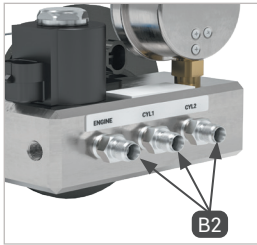

Figure 2
- ▶ Vissez les sorties fluide « B2 » aux raccords à l'arrière du TMF20 CNG (*Figure 2*).